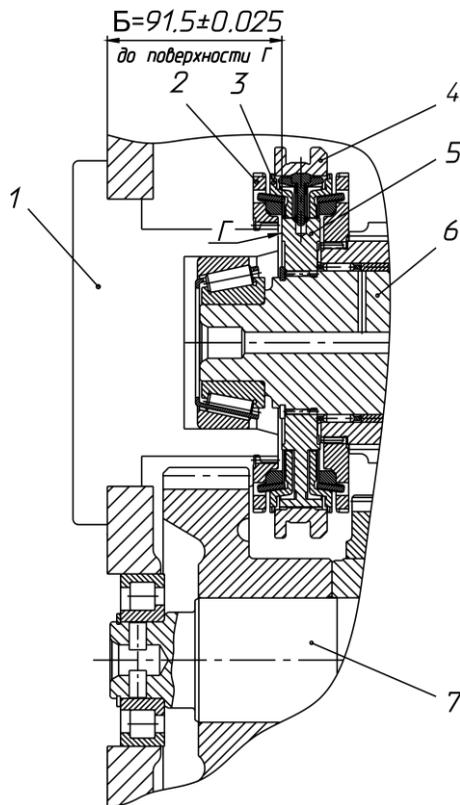

Рисунок 9 – Установка вторичного вала в картер КП:
6.1. Установить вторичный вал в картер КП и зафиксировать его при помощи технологической оправки с обеспечением размера $B=91,5 \pm 0,025$ от переднего торца картера до поверхности Г ступицы синхронизатора, при этом, зафиксировать зубчатое кольцо 6, детали фрикционной системы 3 на ступице 7 (рисунок 9).
6.2. Установить КП в вертикальное положение с упором торца ступицы синхронизатора 4-5 передач в технологическое приспособление 5 (рисунок 9).